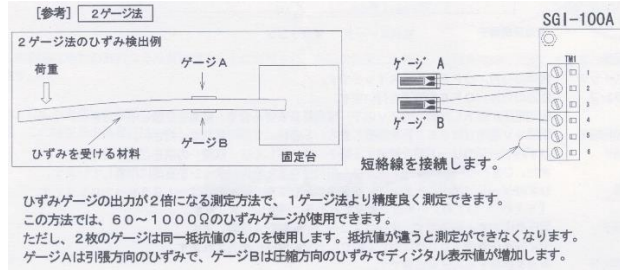

図 10 ひずみゲージの接続
- (1) ひずみゲージアンプ 2 台をそれぞれとオシロスコープの CH1、CH2 に接続する。
- (2) ひずみゲージアンプにひずみゲージのコードを接続する（図 10 参照）。バイトの正面（Y-A）、側面（Y-B）、上面（Z-A）、下面（Z-B）それぞれにひずみゲージを貼りつけてあり、Y と Z をそれぞれのひずみゲージアンプに接続する。